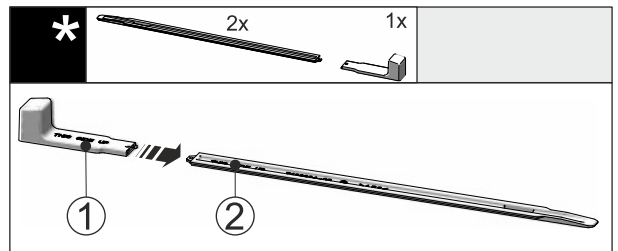

Fig. 47
- ▶ Dugja rá a szerelőfogantyút Fig. 47 (1) a szintezősínre Fig. 47 (2).